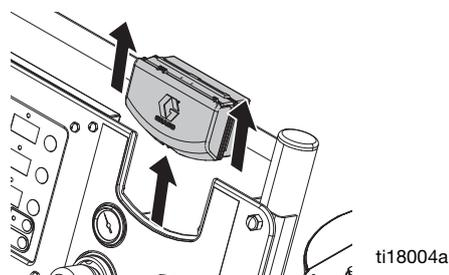

ABB. 19. DataTrak entfernen
3. DataTrak-Modul aus der Halterung entfernen. Siehe ABB. 19. Das Modul und zugehörige Kabel an einem Ort außerhalb des Gefahrenbereichs ablegen.